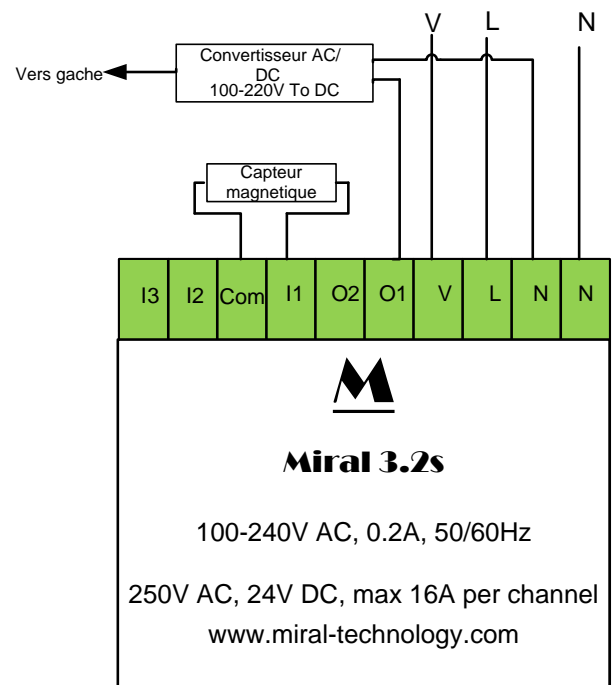

Figure 4: Branchement pour le control d'une gâche de porte
2.6 Montage pour une gâche de porte électrique ou un système d'arrosage : (figure 4)